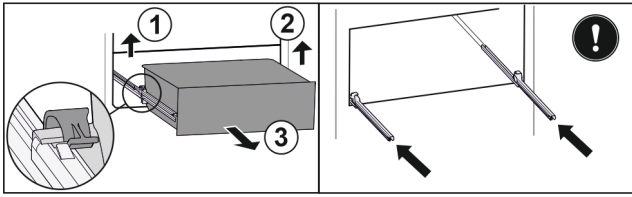

Fig. 64
- ▶ Повдигнете лявата скоба и едновременно с това изтеглете напред чекмеджето отляво. Fig. 64 (1)
- ▶ Повдигнете дясната скоба и едновременно с това изтеглете напред чекмеджето отдясно. Fig. 64 (2)
- ▶ Извадете чекмеджето напред. Fig. 64 (3)